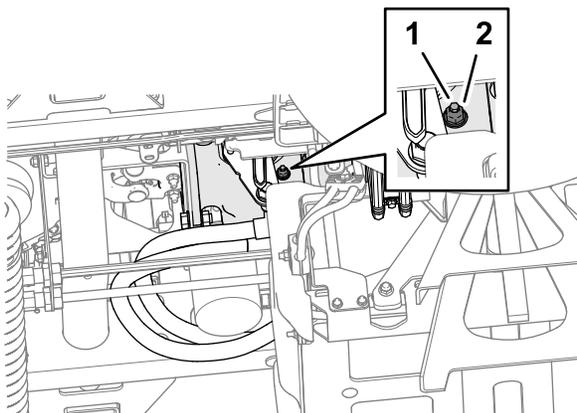

Figura 105
3. Dalla parte inferiore della macchina e sul lato destro della pompa di trazione, allentate il dado di bloccaggio che fissa la vite di regolazione del ritorno in folle (Figura 105).